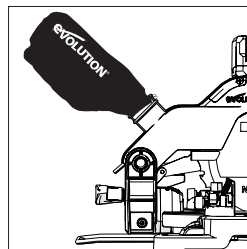

Fig. 28
- Deslice el saco captapolvo sobre el orificio de extracción de polvo y asegúrese de que la brida de ballesta agarre el orificio y sujete el saco captapolvo en posición de forma segura (Fig. 28).